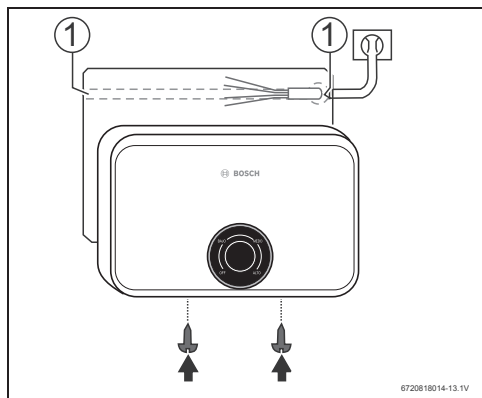

Fig. 22 Parte posterior de la unidad
- ▶ Si va a ser a través de la cubierta inferior, corte el saliente de plástico para exponer la funda de goma (Fig. 22):
- ▶ Si va por la parte posterior de la cubierta de la unidad, corte a través del orificio de la placa trasera con un cuchillo afilado. Asegúrese de no retirar la arandela de la placa posterior (Fig. 22):